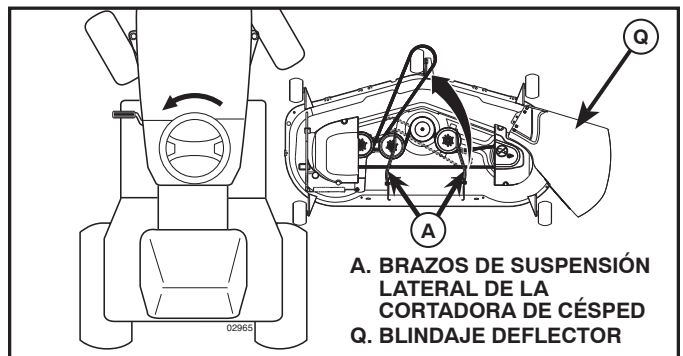

Fig. 7
## 4. DESLICE LA CORTADORA DE CÉSPED DEBAJO DEL TRACTOR (Vea Fig. 7)
## 9. INSTALE LA CORREA EN LA POLEA DEL EMBRAGUE DEL MOTOR (M) (Vea Fig. 7 - 15)
- Desenganche la varilla tensora de la correa (K) de la escuadra de bloqueo (L).
- Instale la correa en la polea del embrague del motor (M)